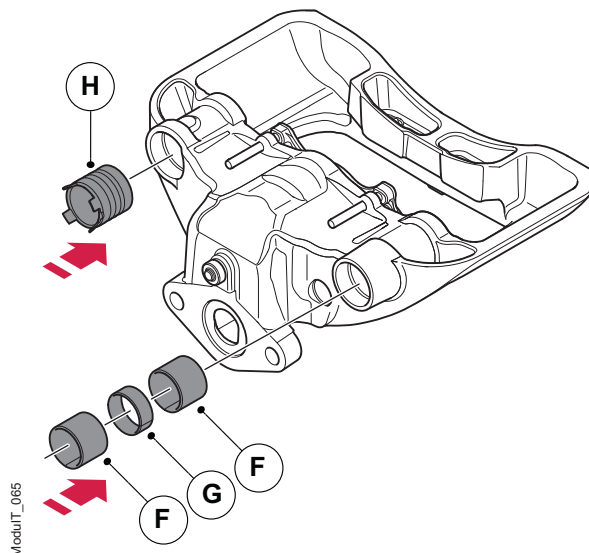

Figura 58. Montar los cojinetes de deslizamiento principal y el casquillo del lado secundario
1. Con cuidado, siga los pasos 8 y 9 para montar los dos cojinetes principales (F) y el separador (G) y el casquillo de composite (H), véase la figura 58.